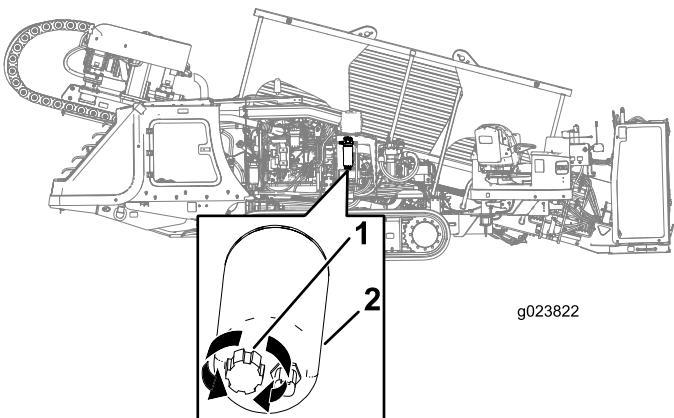

Figura 93
- Coloque un recipiente de drenaje debajo del filtro de combustible primario (Figura 93).
4. Gire la válvula de drenaje, en la parte inferior del filtro de combustible primario, 2 o 3 vueltas en sentido antihorario, y drene el agua y los sedimentos del filtro de combustible (Figura 93).